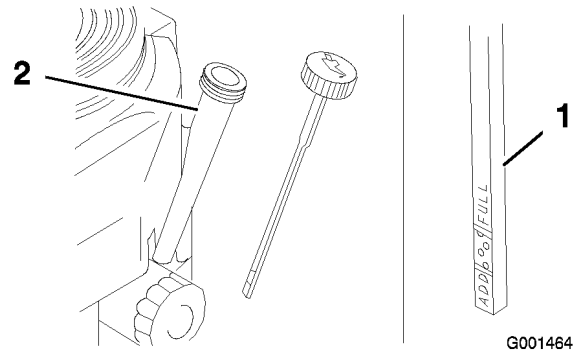

Figura 34
4. Limpie alrededor de la varilla de aceite (Figura 34) para impedir que caiga suciedad por el orificio de llenado y cause daños en el motor.
5. Desenrosque la varilla de aceite y limpie el extremo (Figura 34).
6. Deslice la varilla a fondo en el tubo de llenado, pero no la enrosque en el tubo (Figura 34).
9. Vierta lentamente un 80% aproximadamente de la cantidad especificada de aceite por el tubo de llenado (Figura 34).